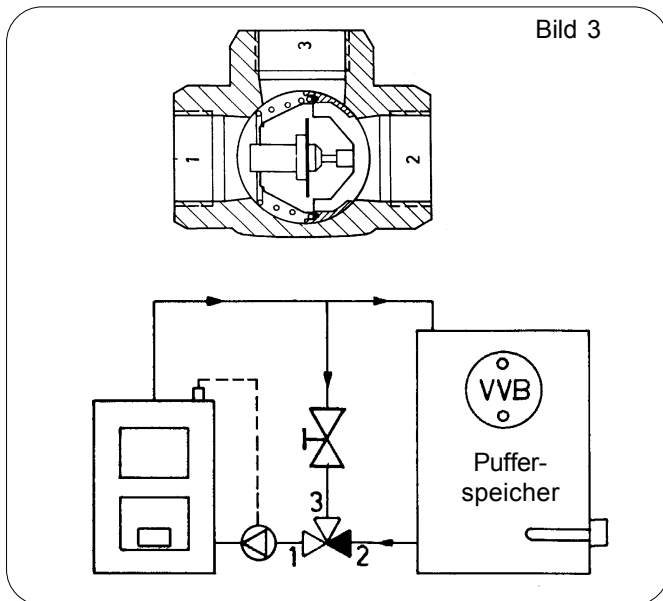

Bild 3
**Therموventil** zur Rücklauftemperaturanhebung mit integriertem Fühlerelement zur Heizkreisfreigabe bei Rücklauftemperaturen größer 60°C. (Bild 3)